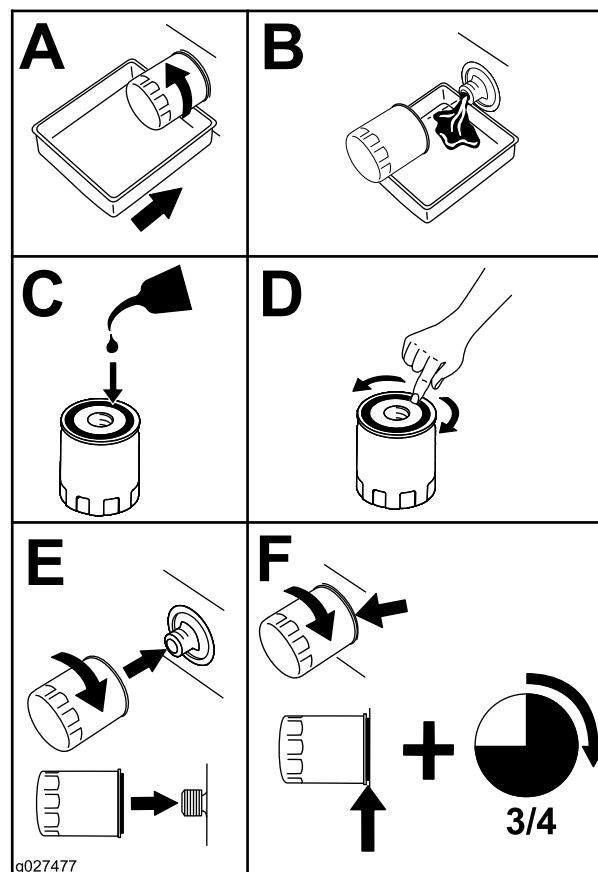

Figuur 53
5. Giet langzaam ongeveer 80% van de gespecificeerde olie in de vulbuis en voeg langzaam de rest van de olie toe tot het peil de markering **Vol** bereikt (Figuur 53).